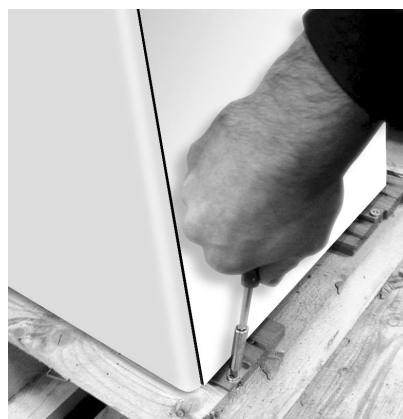

рис. 3
- \* открутить четыре винта, которые крепят блокировочные скобы котла к деревянному поддону (рис. 3);